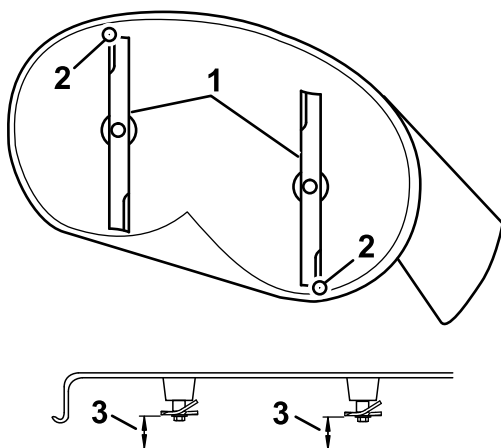

Figura 67
4. Rotii cu atenție lamele astfel încât să fie orientate din față spre spate (Figura 67).
5. Măsurai între vârful lamei din față i suprafaa plană i între vârful lamei din spate i suprafaa plană (Figura 67).